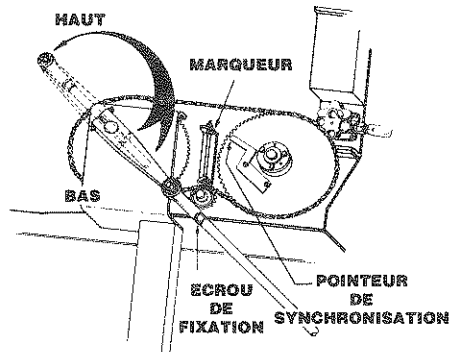

Fig. 15
3. Employer un levier pour faire avancer les lieurs afin d'aligner le pointeur de synchronisation, localisé sur le pignon, sur l'indicateur de synchronisation, comme illustré *Fig. 15*.
4. Réinstaller la chaîne d'entraînement des lieurs, de sorte que la marque de synchronisation soit à la même hauteur que le bout du pointeur de synchronisation, lorsque la chaîne est correctement tendue, *Fig. 15*.